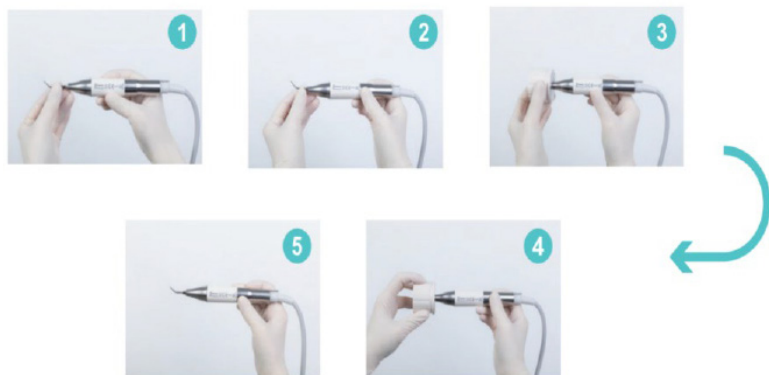

Fig.4
6.3.8 Utilice la llave dinamométrica para enroscar la punta (Fig.4) hasta que oiga un ruido seco;